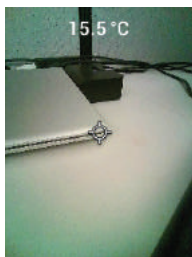

Abbildung 5.3 Bild Digitalkamera für sichtbares Spektrum
4. Sehen Sie sich das Bild auf dem Display an, siehe **Abbildung 5.3**.